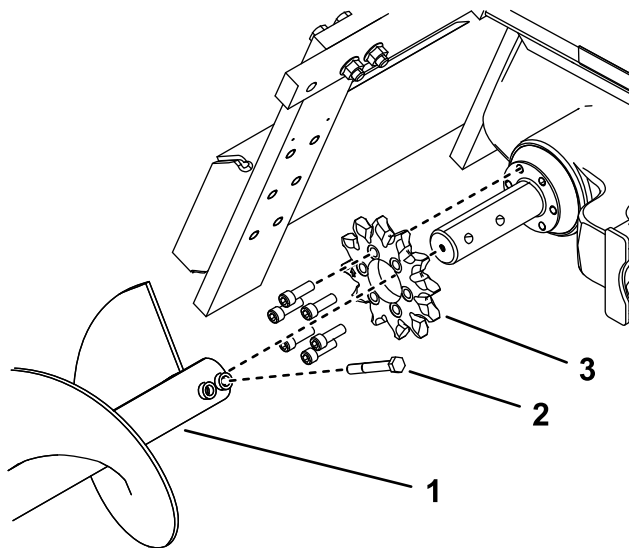

Figura 16
4. Retire el sinfín (Figura 16).
9. Retire los 6 pernos que fijan el piñón de arrastre (Figura 16).
10. Retire y deseche el piñón de arrastre (Figura 16).
12. Deslice el piñón nuevo sobre el eje, según se muestra en Figura 16.
13. Enrosque los 6 pernos que fijan el piñón de arrastre con la presión de los dedos solamente (Figura 16).